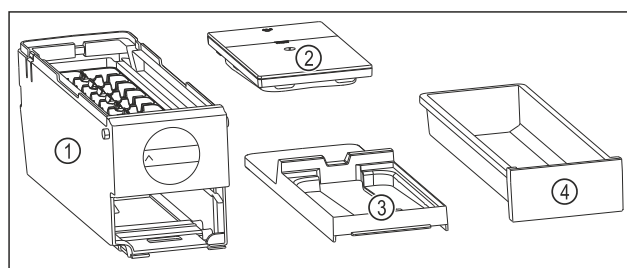

Fig. 176 Bestandteile des EasyTwist-Ice
- EasyTwist-Ice ist in vier Teile zerlegt. (siehe Fig. 176)
- EasyTwist-Ice nur in abgebildete Bestandteile zerlegen. (siehe Fig. 176)
- EasyTwist-Ice-Körper Fig. 176 (1) als Ganzes reinigen.